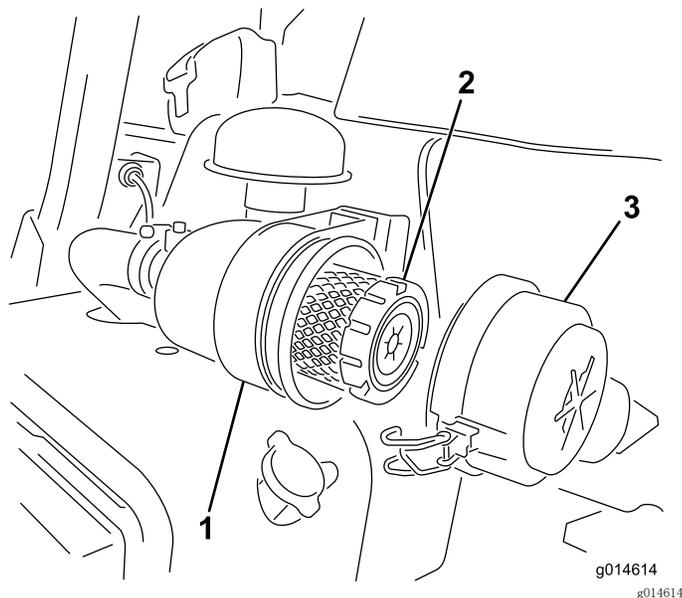

图 29
1. 松开将空气滤清器盖固定到空气滤清器壳体上的搭扣（图 29）。
7. 固定搭扣（图 29）。